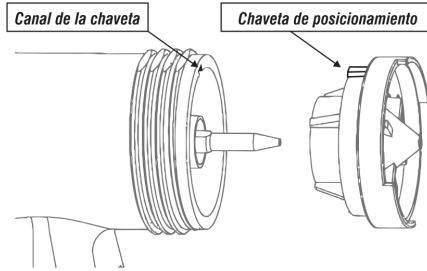

Fig. 7 - Montaje de la tapa de aire
- *Para montar nuevamente la tapa de aire se debe encajar la chaveta de posicionamiento en su encaje, de acuerdo a la Fig. 7. Monte los demás componentes;*